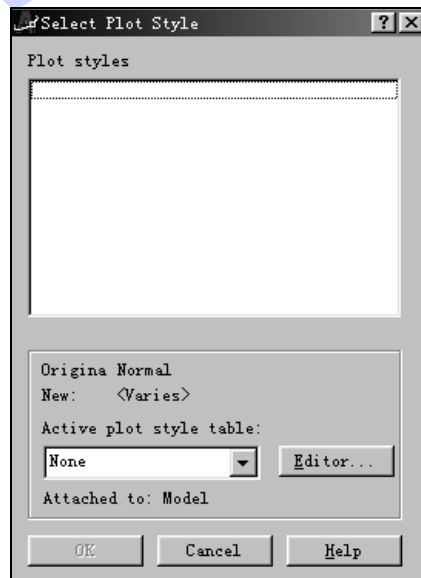

图 7-20 Select Plot style 对话框
8) Plot style (打印样式) 用户可以通过该选项设置图层的打印样式。单击该选项时,会出现如图 7-20 所示的 Select Plot style (设置打印样式)对话框,用户可利用该对话框设置图层的打印样式。